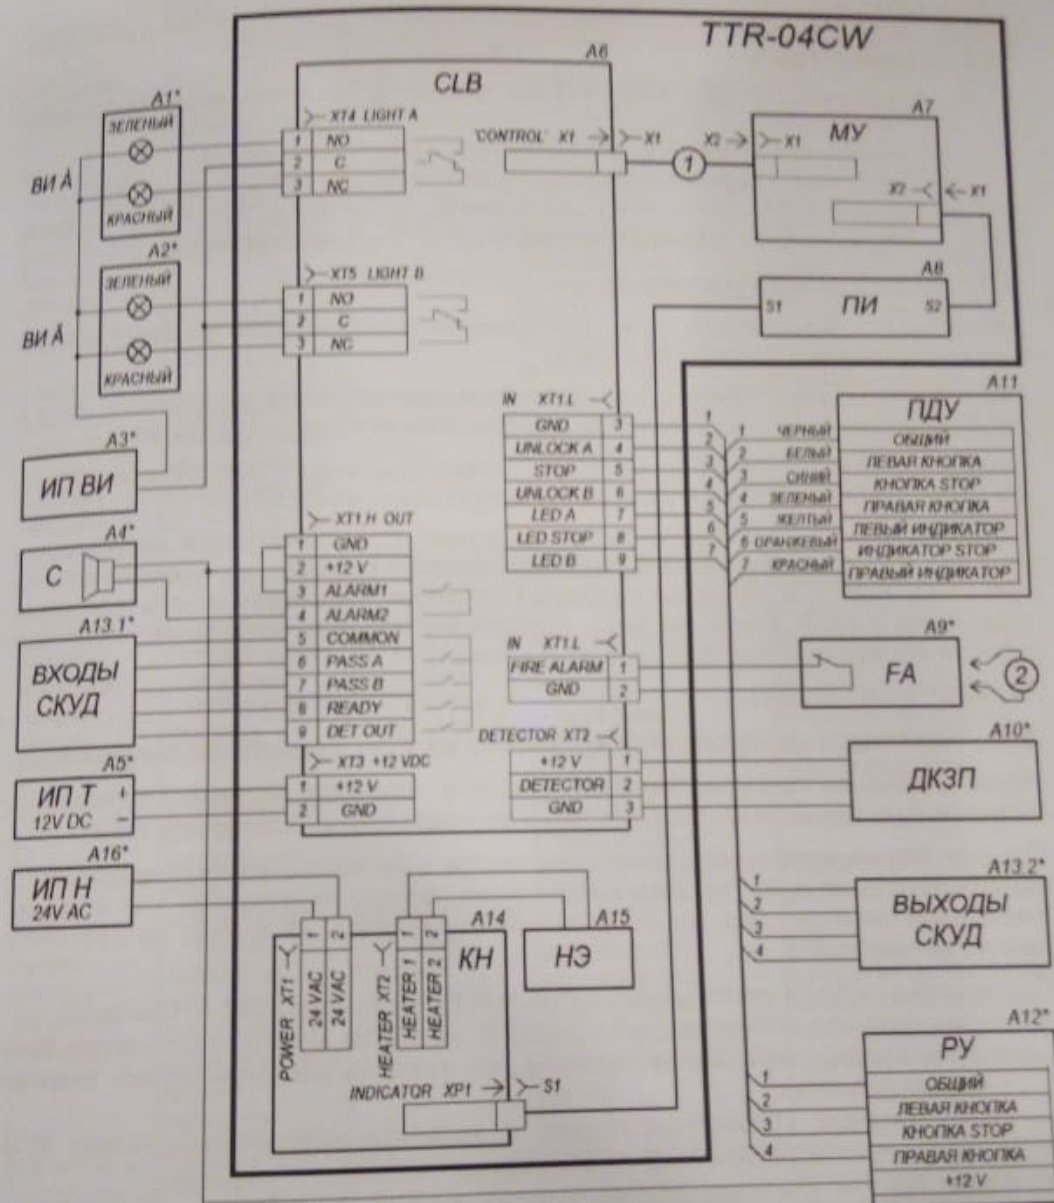

Рисунок 12. Схема электрических соединений турникета
Схема подключения турникета приведена на рис. 12. Расположение клеммных колодок на плате управления указано на рис. 5. Используемые при монтаже кабели указаны и их максимальная длина указаны в разд. 8.3. Рекомендации по подготовке установочной поверхности и организации зоны прохода приведены в разд. 8.1. При монтаже турникета придерживайтесь следующей последовательности действий:
4. Установите источник питания турникета (8) на отведенное для него место в соответствии с инструкцией, приведенной в эксплуатационной документации на этот источник питания.
5. Подключите кабель питания (9) от источника питания турникета (8) к клеммной колодке **ХТЗ** на плате управления, а также кабель от источника питания системы подогрева в соответствии с рис. 12. Подключите кабель ПДУ (11) к клеммной колодке **ХТ1.L** на плате управления. Подключите при необходимости кабели от других устройств к соответствующим клеммным колодкам платы управления (см. рис. 5 и 12).
6. Снимите крышку турникета с блоком индикации (2). Для этого:
- отверните болт крепления крышки к стойке турникета с помощью торцового ключа S10. Болт находится на наклонной поверхности стойки рядом с замком механической разблокировки (15), ниже планшайбы (3);
Таблица 2. Перечень элементов схемы электрических соединений (рис. 12)